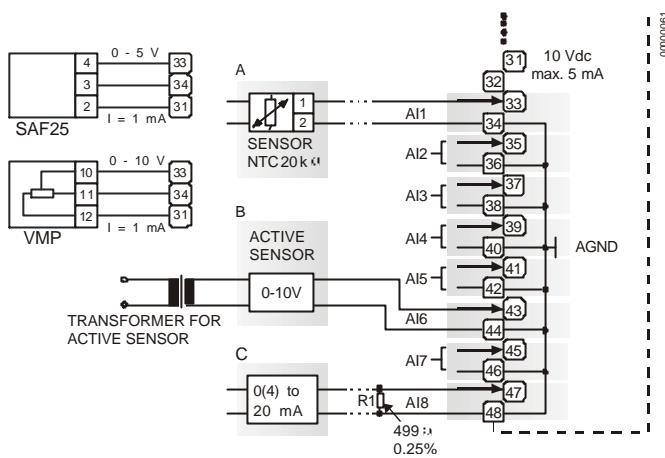

Fig. 24. Entradas analógicas, conexión de sensores.
0 (4) a 20 mA (con una resistencia externa de 499 ohms ±0.25% [ver Fig. 24])